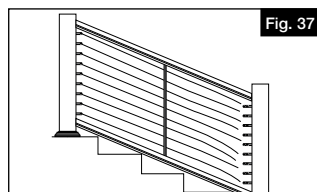

Fig. 37
- Une fois que le câble est bien logé dans une extrémité du raccord, faire passer l'autre extrémité du câble à travers le support intermédiaire de barreaux (requis pour les câbles de plus de 42 po (106,7 mm) de longueur) (Fig. 37).